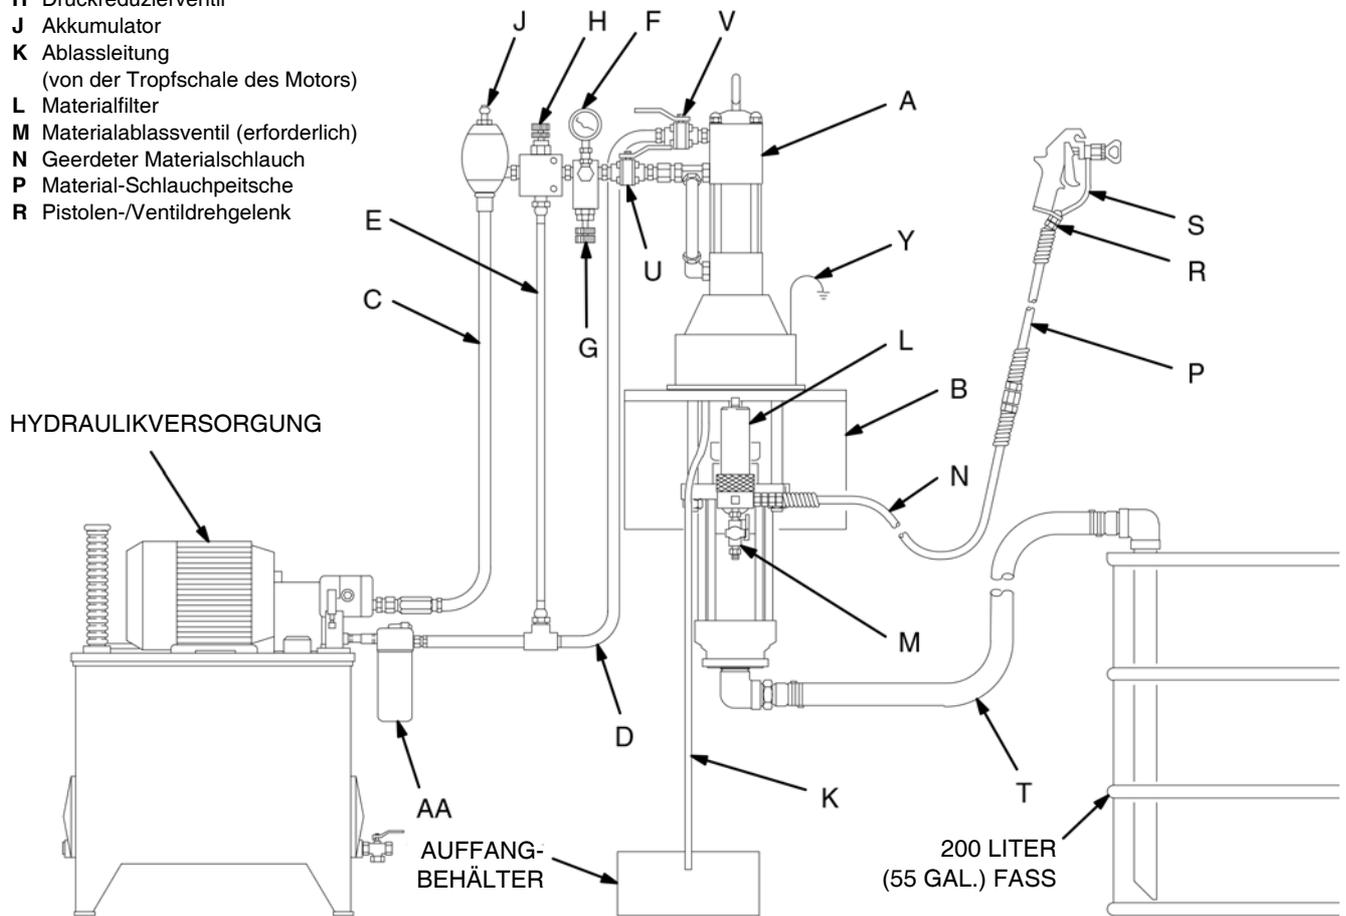

ABB. 5
Pumpe (A) so befestigen, wie dies der geplanten Installation am besten entspricht. Abb. 5 zeigt ein an der Wand montiertes System. Die Abmessungen der Pumpe bzw. die Anordnung der Montagebohrungen werden gezeigt auf Seite 38 und 39.
Bei der Hydraulikzufuhrleitung (C) die folgenden Zubehörteile in der Reihenfolge wie in Abb. 5 aufgezeigt installieren, ggf. Adapter verwenden.
- **Ein Absperrventil (U)** isoliert die Pumpe für die Wartung.
- **Ein Materialdruckmanometer (F)** überwacht den Hydrauliköldruck zum Motor und verhindert, dass der Motor oder die Unterpumpe mit zu viel Druck beaufschlagt wird, und ein **druck- und temperaturkompensiertes Durchflussregelventil (G)** verhindert, dass der Motor zu schnell läuft und sich möglicherweise selbst beschädigt.
- **Ein Druckreduzierventil (H) mit einer Ablassleitung (E)**, die direkt in die Hydraulik-Rückleitung (D) mündet.
- **Ein Druckspeicher (J)** zur Reduzierung der durch die Richtungsumkehr des Motors verursachten Pulsation.
An der Hydraulikrückleitung (D) die folgenden Zubehörteile in der Reihenfolge wie in Abb. 5 aufgezeigt, installieren, ggf. Adapter verwenden.
- **Ein Absperrventil der Rückleitung (V)** isoliert die Pumpe für die Wartung.
- **Ein Filter (AA)** mit einer Größe von 10 Mikron.
1. Siehe Abb. 5, Seite 11 Den Ansaugsatz (T) an die Materialeinlassöffnung der Pumpe anschließen und den Schlauch in den Zufuhrbehälter geben.
3. Zuerst das Absperrventil der Zufuhrleitung (U) und danach das Absperrventil der Rückleitung (V) schließen.
5. Ein Metallteil der Pistole/Ventil (S) fest gegen einen geerdeten Metalleimer drücken und Abzug gedrückt halten.
6. Das Absperrventil der Rückleitung (V) *zuerst* öffnen, dann langsam das Absperrventil der Zufuhrleitung (U) öffnen.